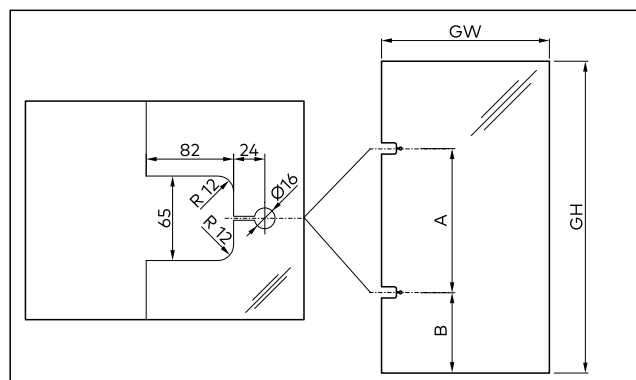

Fig. 10 Lavorazioni in vetro
2. Verificare le misure delle lavorazioni in vetro (Fig. 10).
1. Segnare perpendicolarmente le scanalature per le piastre di montaggio nella cornice. Misure A e B vedere Fig. 10.